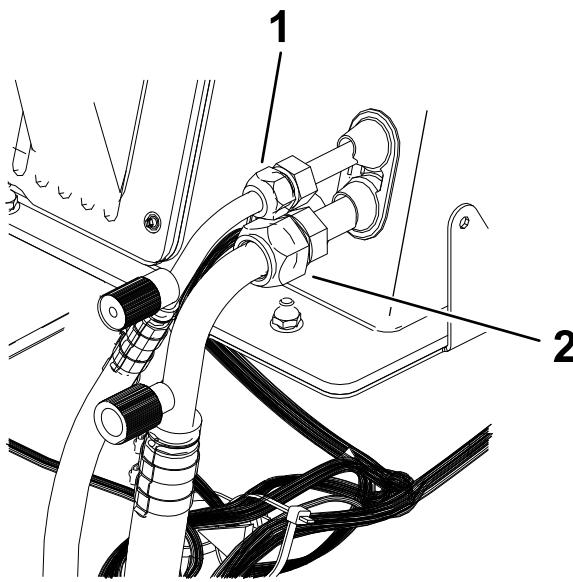

Figure 31
2. Tuyaux de liquide de refroidissement (3)
9. Reliez le tuyau d'aspiration et le tuyau de décharge au boîtier HVAC (Figure 31).